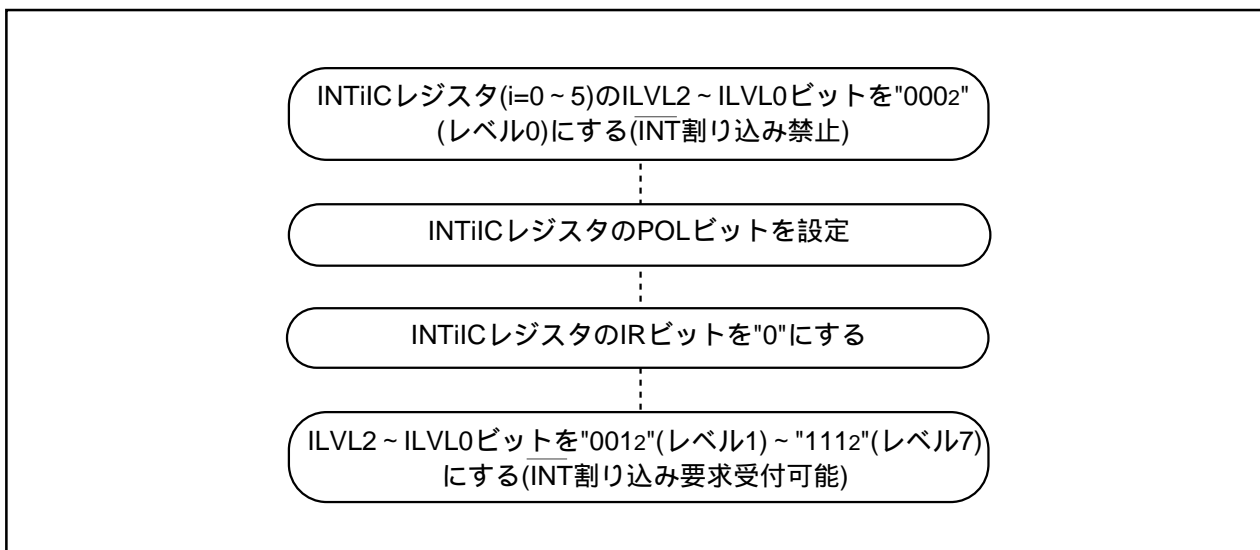

図27.3 $\overline{\text{INT}}$ 割り込み発生要因の切り替え手順例
- $\overline{\text{INT0}} \sim \overline{\text{INT5}}$ 端子の極性を切り替えるときにIRビットが“1”(割り込み要求あり)になることがあります。切り替えた後、IRビットを“0”(割り込み要求なし)にしてください。図27.3に $\overline{\text{INT}}$ 割り込み発生要因の切り替え手順例を示します。